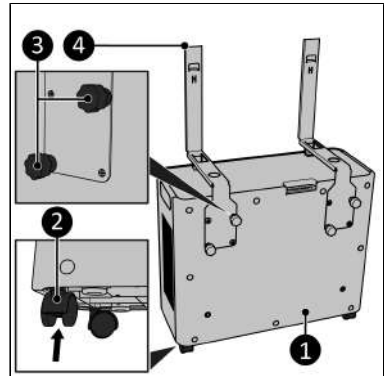

Figure 80.
2. Fixez les roulettes (Figure 80, pos. 2) à l'unité extérieure (Figure 80, pos. 1) en les enfonçant dans les trous situés sous l'unité extérieure.
3. Fixez les supports intérieurs (Figure 80, pos. 4) à l'unité extérieure (Figure 80, pos. 1) en serrant deux capuchons de vis par support (Figure 80, pos. 3).